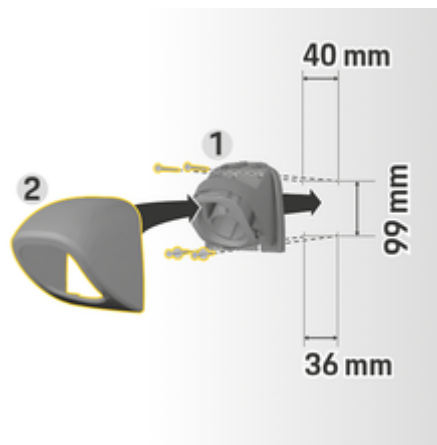

Fig. 8: Dimensões de perfuração
1. Remover o fecho do conector **1** (Fig. 8) da capa **2** (Fig. 8).
4. Aparafuse o fixador do conector **1** (Fig. 8) à parede.
5. Coloque a cobertura **2** (Fig. 8) no fixador do conector **1** (Fig. 8) a partir de baixo e empurre para cima.